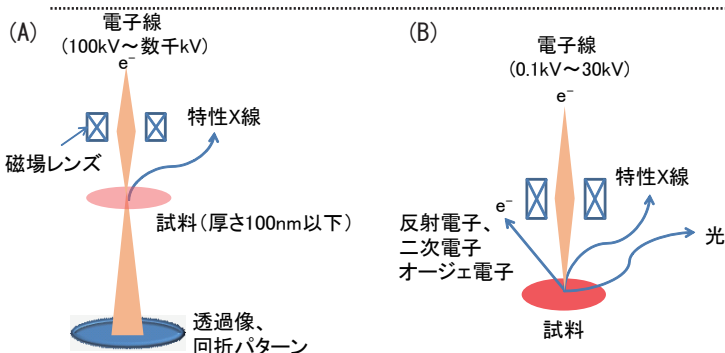

図1 電子線照射時のイメージ
試料が薄い場合には、電子線の経路に絞りを置くことで電子の回折を見ることが出来ます（図1 (A)）。これは、X線回折 (p. 8 参照) と同様の現象で、試料の結晶構造に起因した情報が得られます。
一方、試料が厚い場合、試料に電子線を照射すると放出されるエネルギーは、二次電子の他に、オージェ電子や特性X線、光といった様々な形をとります（図1 (B)）。